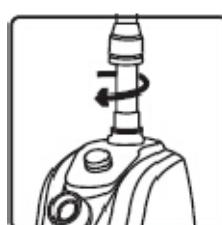

fig.7
3. Insérez la tige dans la vis de fixation de la tige puis **vissez la tige au maximum** dans la base en appuyant en même temps. (fig.7)